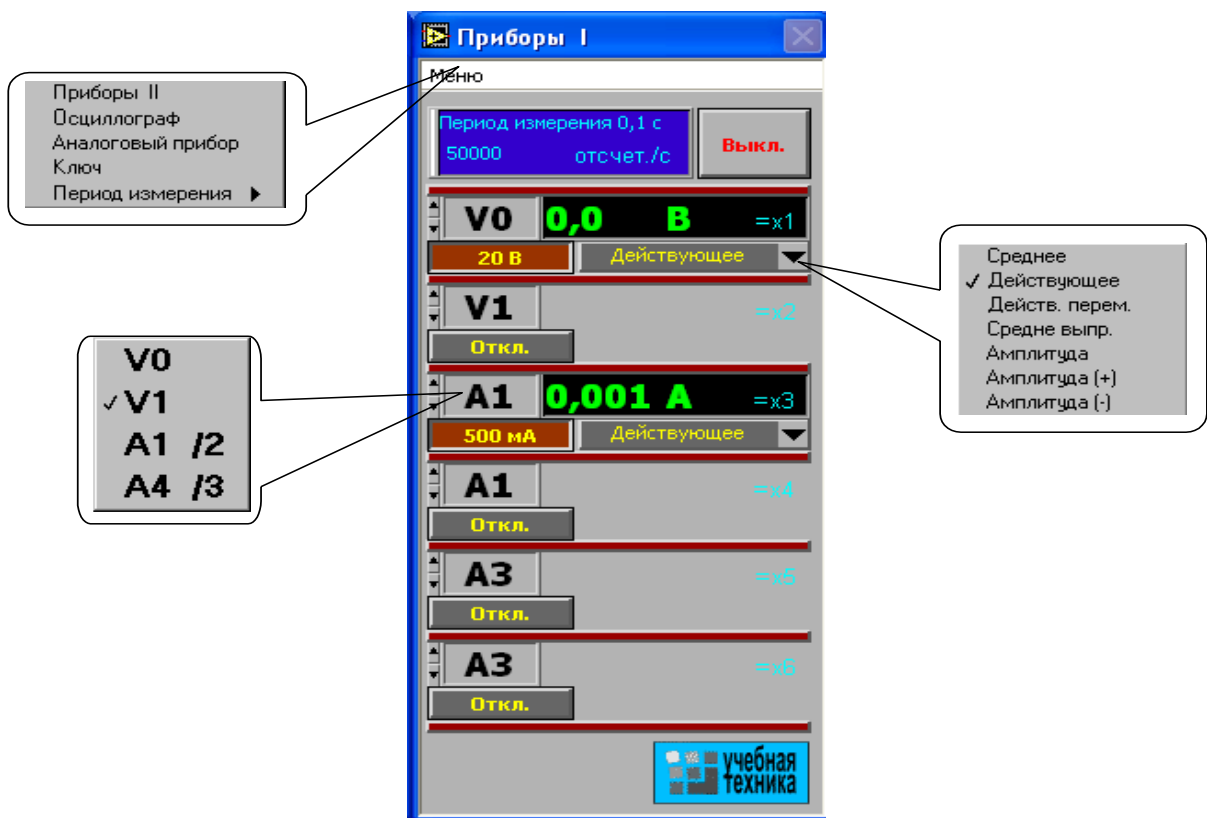

Рисунок 2 – Блок «Приборы I»
2.2 Включите виртуальные приборы двойным щелчком левой кнопки мыши на ярлыке «ВП ТОЭ». В результате откроется блок «Приборы I» (рис. 2), в котором содержатся вольтметры и амперметры. Часть из них активизирована по умолчанию (т. е. включены пределы измерения).